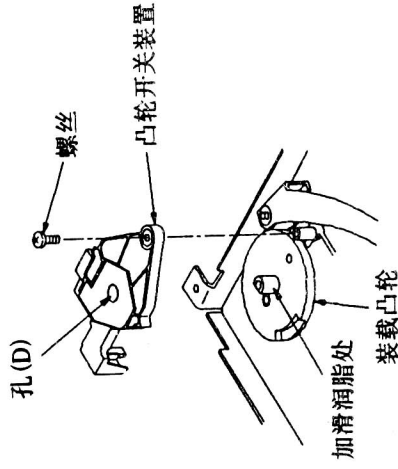
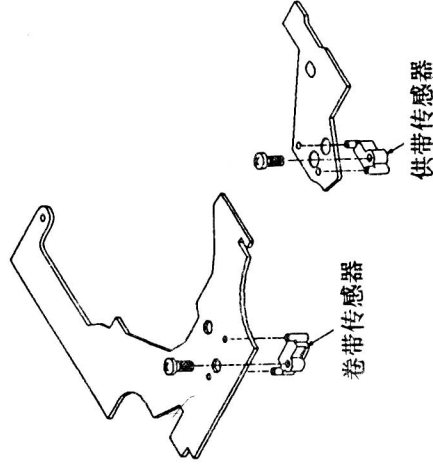

图43
图44
- 步骤: ①如图43所示,卸下螺丝和凸轮开关装置;
- ②在装载凸轮的凸起部(低于开切口)处涂加润滑油;
- ③将凸轮开关定位,使凸轮开关上的孔D与装载凸轮的开切口D相匹配,然后用螺丝固定凸轮开关。
- 步骤: ①取下机构主或副电路板;
- ②参阅图44,焊下4根传感器的引线;
- ③从电路上松开保持架卡扣;
- ④安装新的传感器时操作步骤与拆卸时相反。